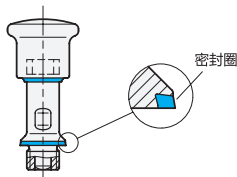

图 1
- Wadliwe uszczelki należy wymienić (rys. 1). Używać wyłącznie specjalnych pierścieni uszczelniających o odpowiednim rozmiarze (GN 7600).
- 因此必须遵守正确的安装位置（图 1）。
- 如图 1 所示的安装位置可确保液体自行流出。